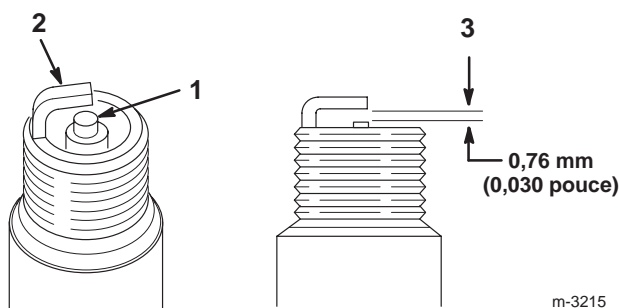

Figure 24
1. Inspectez le centre des bougies (Fig. 24). Si le bec de l'isolateur est recouvert d'un léger dépôt gris ou brun, le moteur fonctionne correctement. S'il est couvert d'un dépôt noir, c'est généralement signe que le filtre à air est encrassé.
2. Contrôlez l'écartement entre l'électrode centrale et l'électrode latérale (Fig. 24). Courbez l'électrode latérale (Fig. 24) si l'écartement est incorrect.